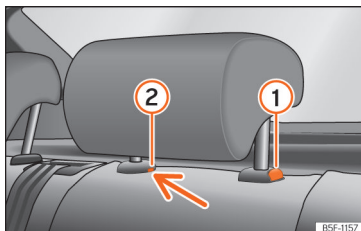

Fig. 100 Tetiera spate: demontarea.
- Apăsați butonul »» fig. 100 ①, în timp ce apăsați simultan pe orificiul de siguranță ② cu o șurubelniță cu cap plat de lățime maximă de 5 mm și scoateți tetiera.